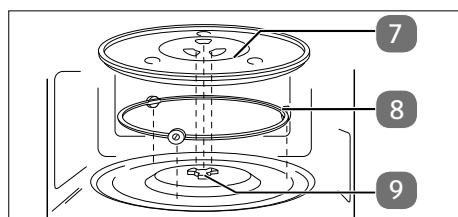

Fig. 5 – Installation du plateau tournant en verre
- ▶ Placez l'anneau à roulettes dans le renfoncement prévu à cet effet dans le four à micro-ondes, puis posez le plateau tournant en verre au centre sur l'arbre d'entraînement (voir **(voir Fig. 5)**) de façon à ce que les barrettes du plateau tournant en verre se placent entre les branches de l'arbre d'entraînement.